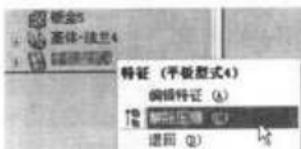

图 8-40 选择“解除压缩”命令
(1) 单击钣金工具栏中的 展开 工具，展开具有平板型式特征的零件，或鼠标右键单击特征管理器设计树中的“平板型式”，然后在快捷菜单中选择“解除压缩”命令，解除平板型式的压缩状态，如图 8-40 所示。